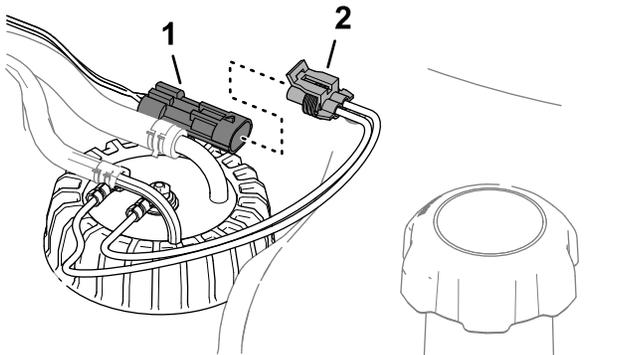

Рисунок 130
6. Подсоедините разъем жгута проводов датчика уровня топлива к разъему жгута проводов машины (Рисунок 130).